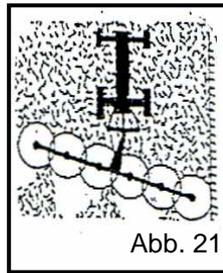

Abb. 21
- Abb. 21/23 : Freirechen von Randstreifen
(siehe Seite 22, Abb. 21)